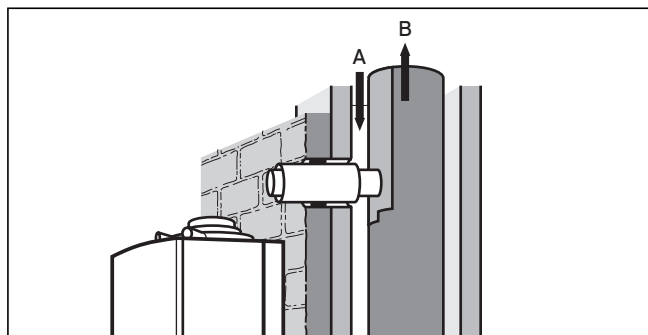

Рис. 6.15 Укорачивание длины трубы газоотвода и установка трубы воздухопровода
- Создайте на LAS подсоединение согласно рис. 6.15 и в соответствии с размерами из раздела 3. Эти размеры позволяют боковую установку прибора или установку непосредственно на наружной облицовке.